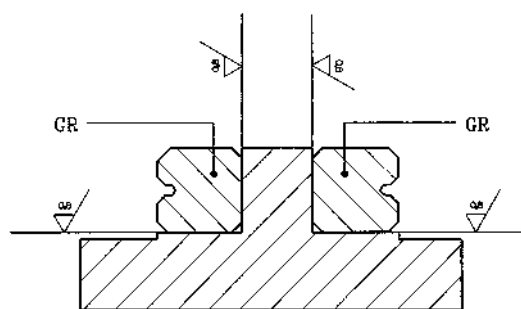
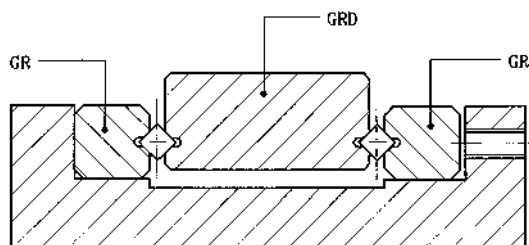

Fig. 20
Fig. 21
Le guide tipo GRD fanno parte del gruppo delle guide a rulli incrociati o a sfere e sono state realizzate in modo da evitare le lavorazioni della struttura sulla quale normalmente si montano le due guide tipo GR interne (fig. 20). In pratica sono guide che, con il loro doppio prisma, semplificano notevolmente il montaggio riducendone sensibilmente i costi. È sufficiente infatti predisporre un piano rettificato sul quale poter ancorare e spingere la guida GRD. Possono viceversa essere usate come parte mobile, se accoppiate con due guide GR (fig. 21) o due pattini RK (parte fissa).
*The rails "GRD" have been designed to eliminate the operations required to prepare the structure on which one normally would mount rails type "GR" (Fig. 20). They help to reduce assembly time and cost. In fact, it is sufficient to provide a ground surface upon which the rail "GRD" is mounted. They could be also used as a mobile portion as depicted in Fig. 21.*